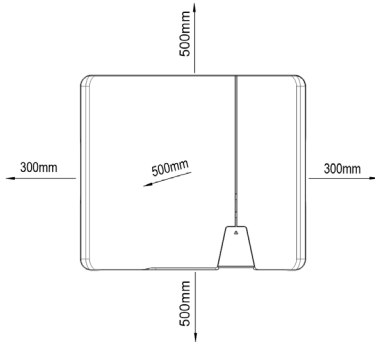

Fig. 3.1: Equipo en instalaciones en exteriores
**AVISO: Las distancias mínimas entre dos equipos o entre el equipo y el techo o el suelo se indican en el plano de la fig. 3.1.**